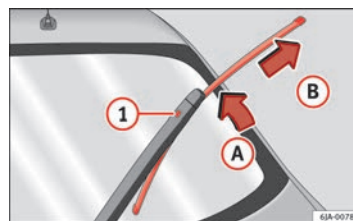

Fig. 68 Escobilla del limpiacristales
- Retire el brazo del limpiacristales desde el cristal moviendo ligeramente la escobilla en el sentido del brazo – flecha (A) ⇒ fig. 68.
- Con la otra mano desbloquee el seguro ① y saque la escobilla en el sentido de la flecha ②.